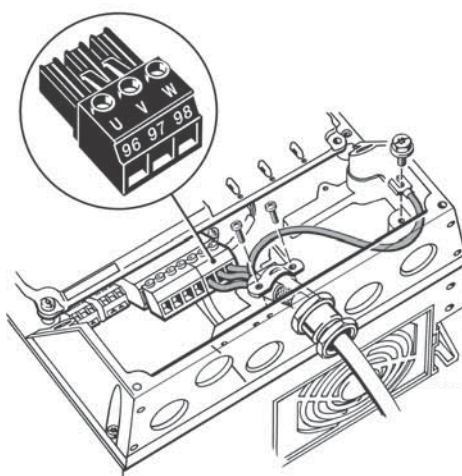

Fig. 13 Branchement moteur, A5
1. Brancher le conducteur de terre à la borne 99 (PE). Voir fig. 13.
2. Brancher les conducteurs moteur aux bornes 96 (U), 97 (V), 98 (W) de la fiche moteur.